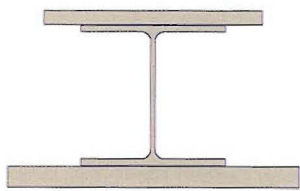

Рис. 3
- 1) путем "сварки" из элементов металлопроката и листов (рис. 3);